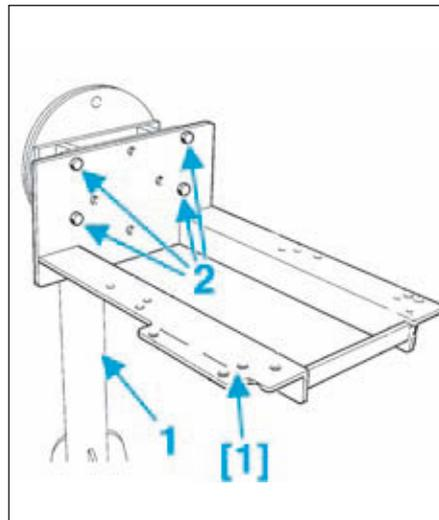

FIG.8
- Mettre en place la plaque support de boîte de vitesses [1] sur un support d'organes (2) à l'aide des vis (3) (Fig.8).